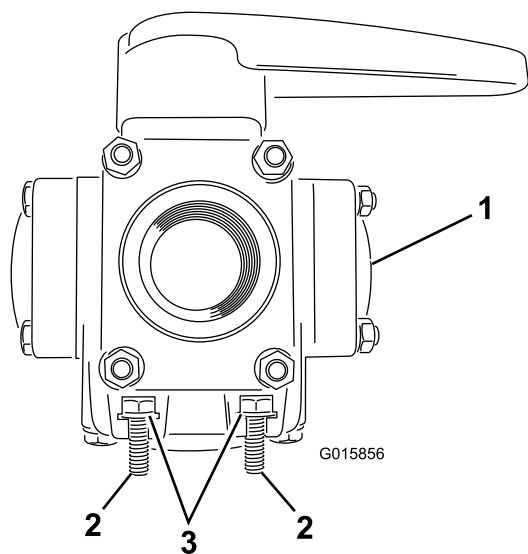

Figura 25
2. Introduceți 4 uruburi (6 x 16 mm) i 4 aibe (6 mm) în fantele supapei cu 4 căi (Figura 25).